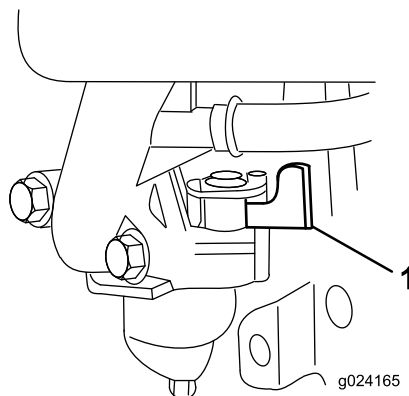

Figure 15
2. Ouvrez le robinet d'arrivée de carburant en tournant le levier vers la droite (Figure 15).
Remarque: Fermez le robinet d'arrivée de carburant en tournant le levier (Figure 15) vers la **gauche** si vous ne prévoyez pas de démarrer le moteur tout de suite après.